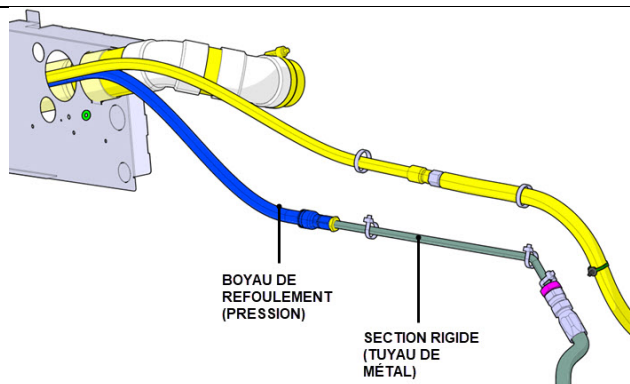

FIGURE 36
15. Localiser le boyau de refoulement (pression) au-dessus de la transmission, du côté trottoir. Il est raccordé à une section rigide (tuyau de métal) qui constitue le tuyau de refoulement de la pompe de direction (fig. 36).